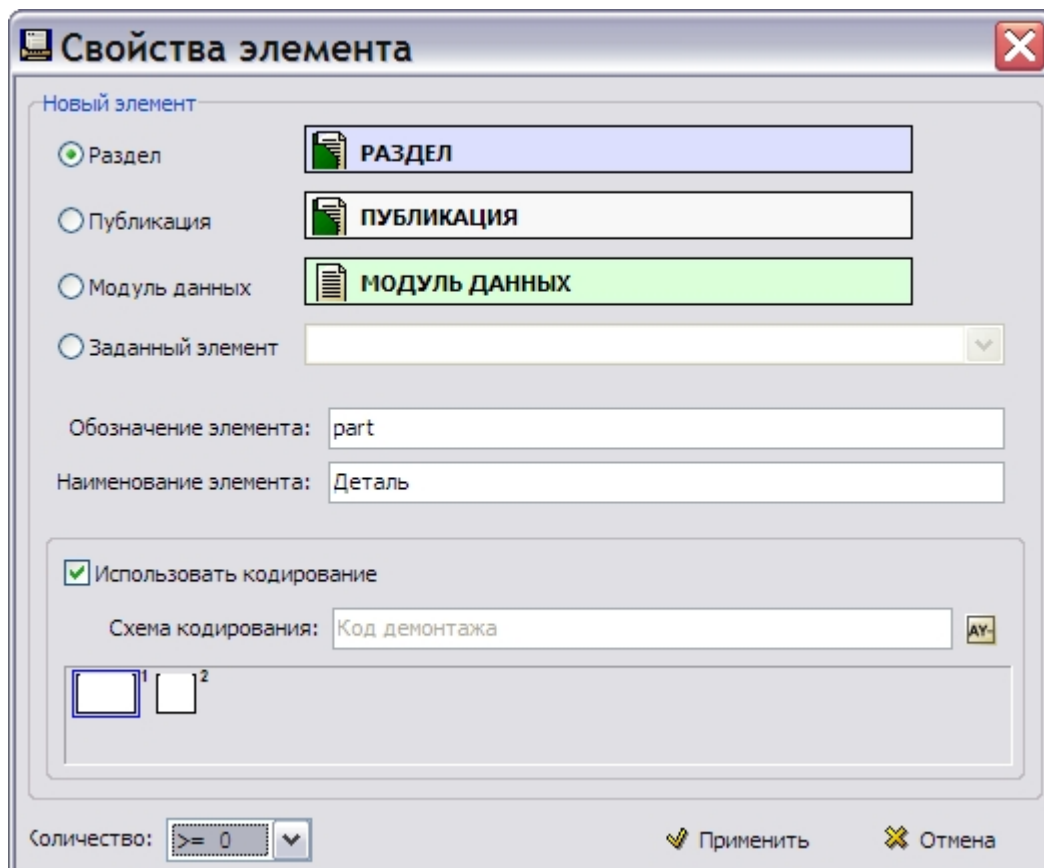

Рис. 4.23
4. Введите обозначение элемента «part». Обозначение должно состоять из латинских букв (Рис. 4.23).
9. В поле **Количество** из раскрывающегося списка выберите возможное количество дочерних элементов – индикатор типа «ноль и более» (Рис. 4.23).